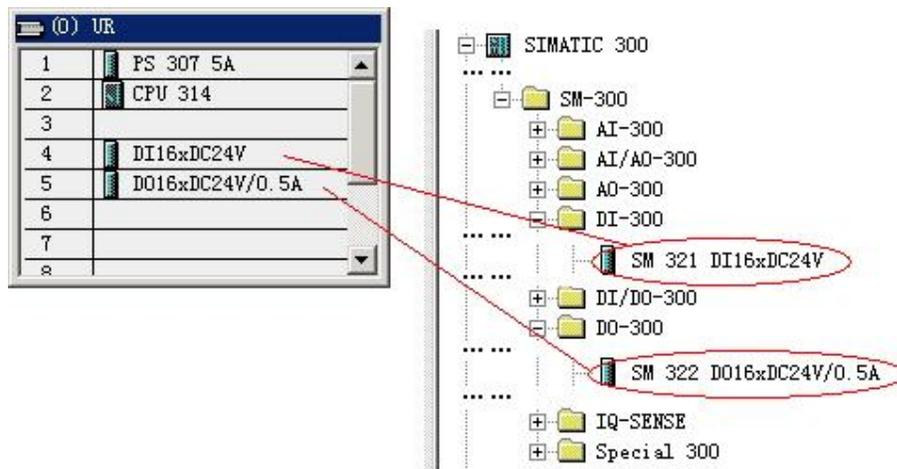

图 1-5 向主机架中添加信号模板、功能模板、通信处理器等
- I 4 至 11 号槽中可以添加信号模板、功能模板、通信处理器等，上述模板分别在硬件目录中的 SM-300，FM-300 和 CP-300 目录下。例如，图 1-5 向主机架